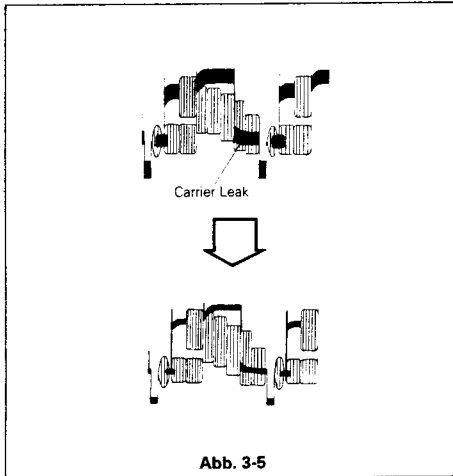

Abb. 3-5
3. Regeln Sie die Rest-FM mit VR6A0 auf Minimum. Siehe Abb. 3-5.